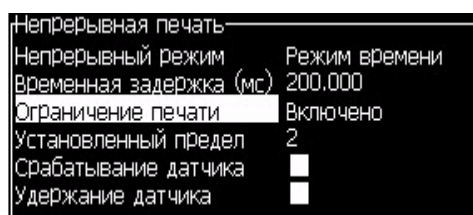

Рисунок 4-25: Диалоговое окно “*Continuous Print*” (непрерывная печать)
- 1 Выберите опцию “*Continuous Print*” (непрерывная печать) из меню “*Print*” (печать). Появится диалоговое окно “*Continuous Print*” (непрерывная печать) (Рисунок 4-25).